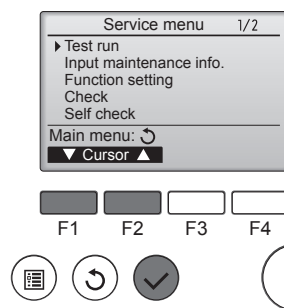

Fig. 8-1
- ① Wählen Sie "Test run" (Testlauf) aus dem Service-Menü, und drücken Sie die Taste [AUSWAHL]. (Fig. 8-1)